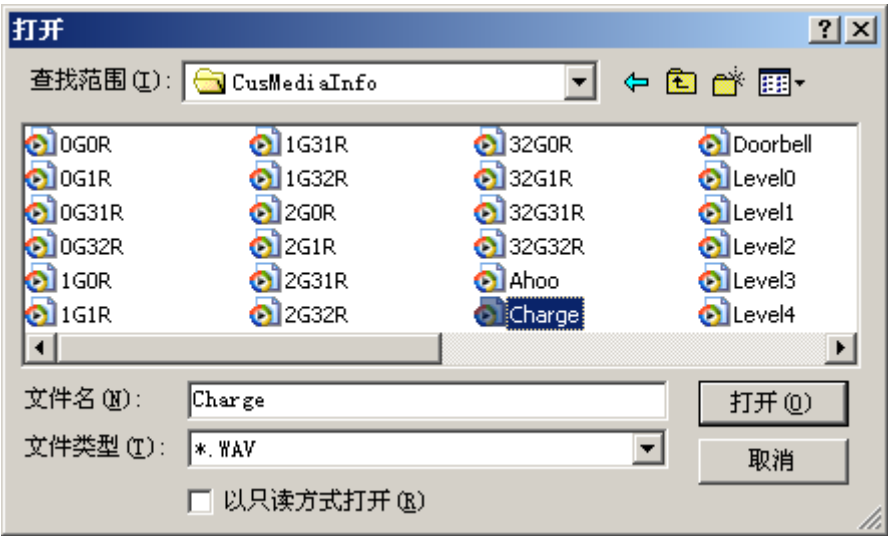

图 7-32 语音文件选择
- 3) 通过查找语音文件对话框，选择需要使用的语音（wav）文件，如图 7-32所示（.wav格式的语音文件可以通过系统自带的“录音机”或其他录音文件进行录制）。